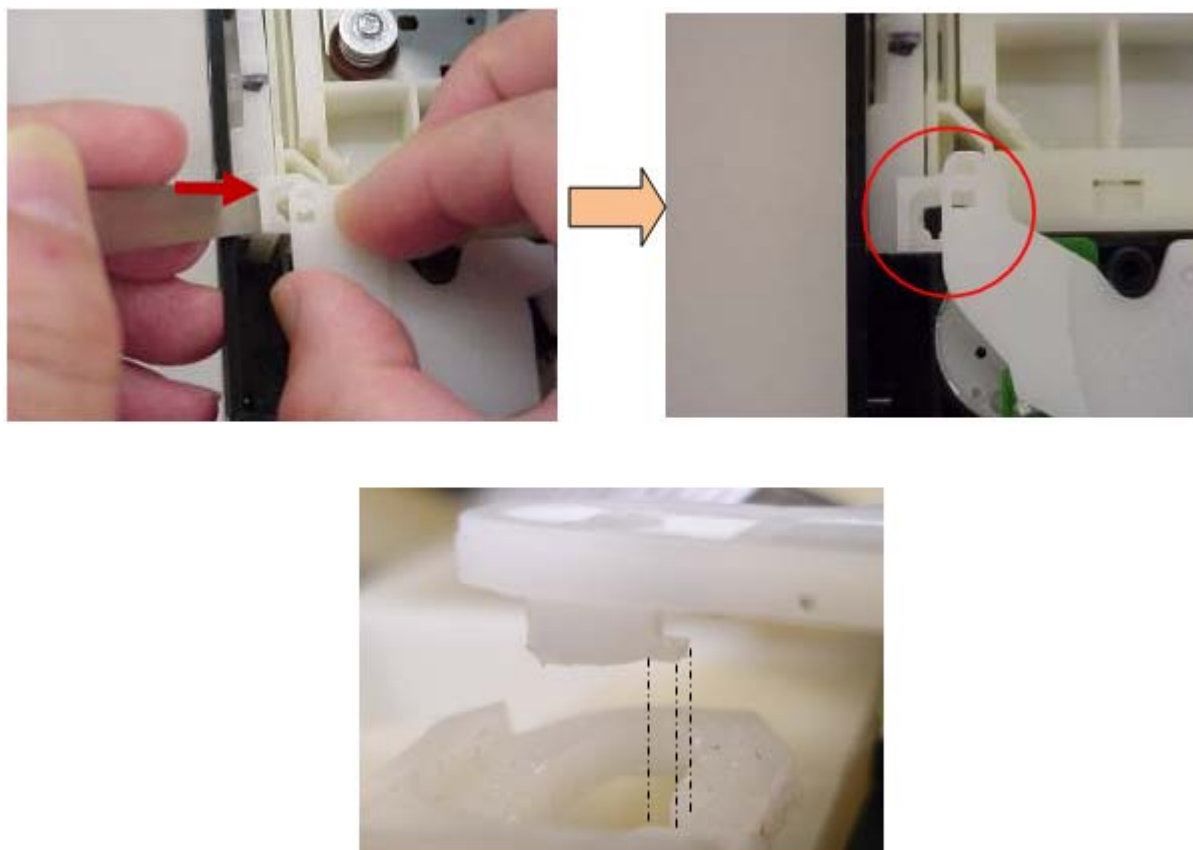

Fig. 1.27
Coloque el gancho (cuña) del brazo (I) en el orificio del deslizador empujando este como lo indica. (Fig. 1.27)